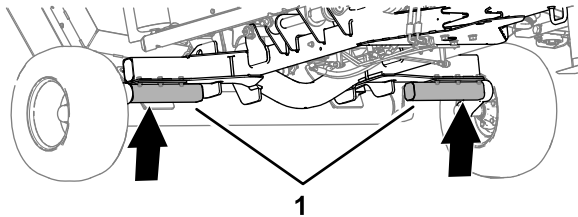

Bild 45
1. Heben Sie den Mäher an den Achshälften an, wie in Bild 45 dargestellt.